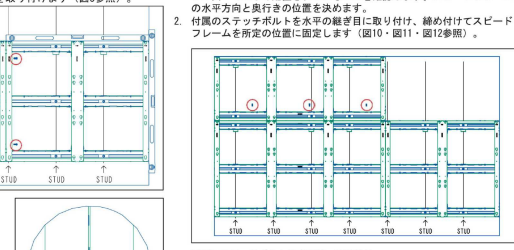

図7: 残りのスピードフレームの取付け
- 一度につき1つのボルト取付け部分を調整します(図7参照)。